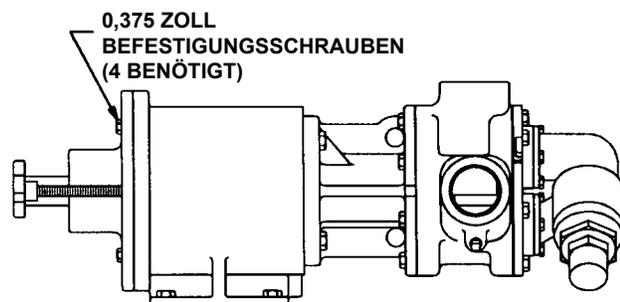

ABBILDUNG 19
5. Installieren Sie die (4) 0,375 Zoll Befestigungsschrauben. Drehen Sie die Abtriebswelle mit der Hand, um sicherzustellen, daß sich die Pumpe frei dreht. Siehe **Abbildung 19**.